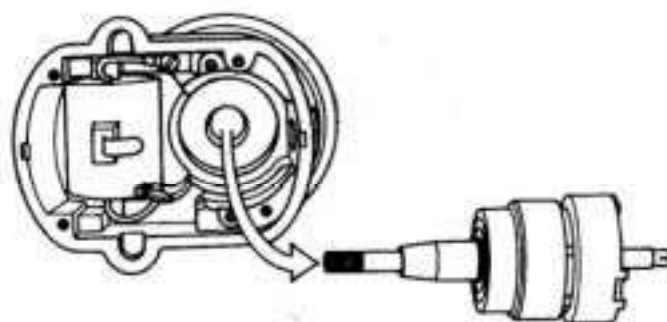

Figure 6.8
- B. Appuyer sur l'extrémité de l'arbre de rotor et retirer le rotor et l'ensemble du chapeau de roulement du carter (Voir figure 6.8)